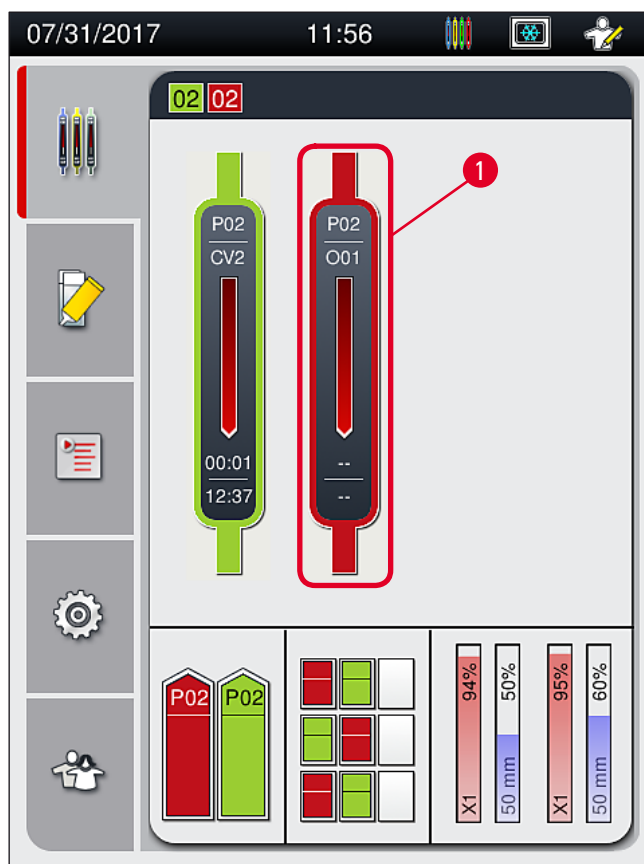
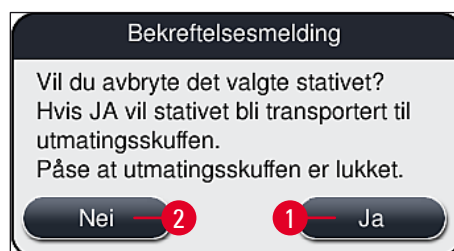

Fig. 78
Fig. 80
① Påsetting av dekkglass kan bare avbrytes ved hjelp av prosessstatusvisningen (→ Fig. 78).
Etter å ha trykket på knappen **Avbryt stativ** (→ Fig. 79-1) vises en informasjonsmelding (→ Fig. 80). Bekreft annulleringen med knappen **Ja** (→ Fig. 80-1) eller trykk på **Nei** (→ Fig. 80-2) for å gå tilbake til prosessstatusvisningen (→ Fig. 78).